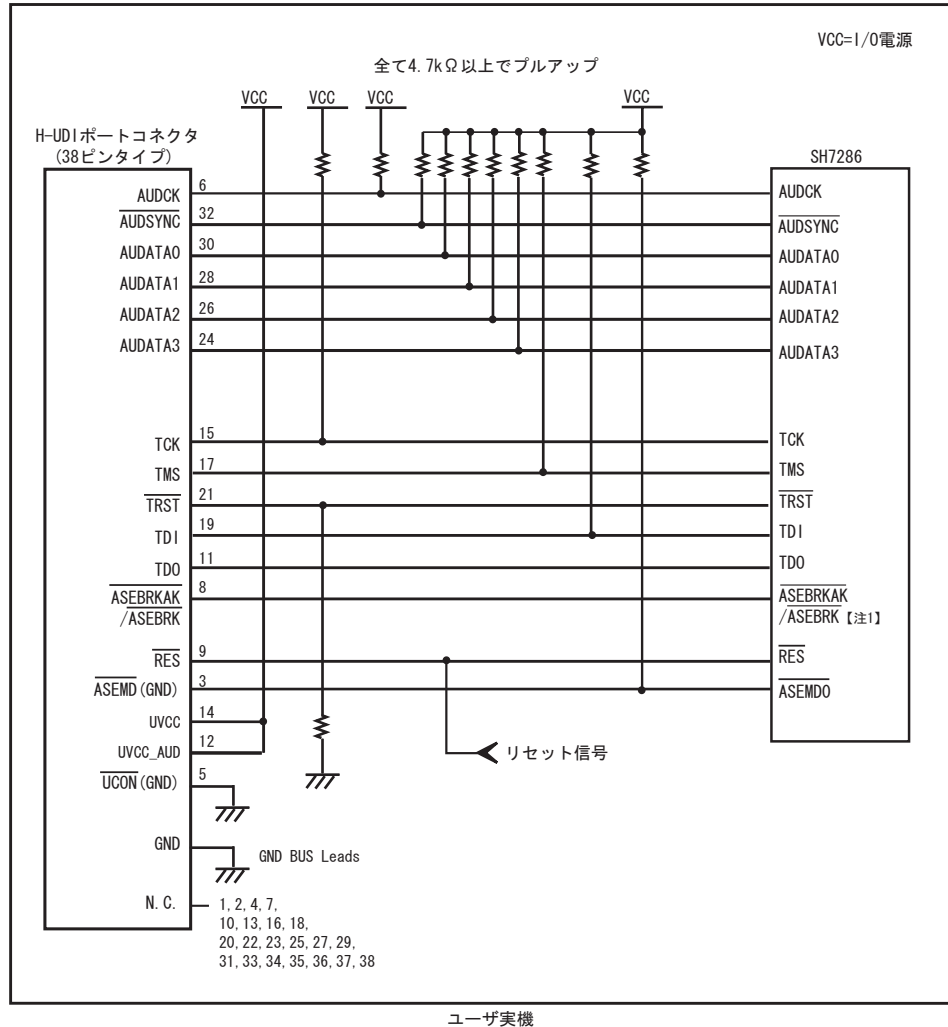

図 1.9 E10A-USB 使用時の H-UDI ポートコネクタ - チップ間の推奨接続例(38 ピンタイプ)
- 図1.9の回路を組んだ場合のE10A-USBエミュレータのスイッチ設定：SW2=1, SW3=1